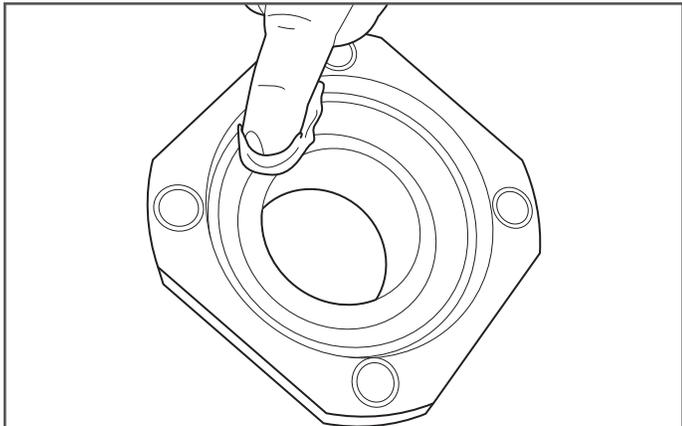

Figure 9-10
10. Utilisez de la graisse à roulements propre ou de la graisse au lithium pour enduire la surface intérieure de l'adaptateur avant du raccord DoubleTrac® (Figure 9-10).